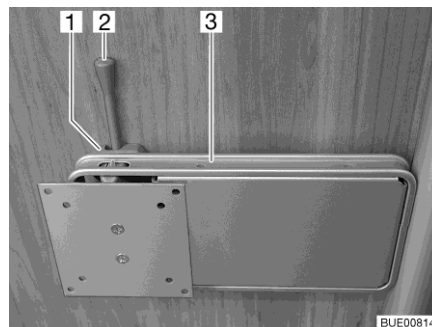

Fig. 67 Supporto su colonna
- Spingere di lato la leva di sbloccaggio (Fig. 67,2) e ruotare il supporto (Fig. 67,3) con lo schermo piatto nella posizione desiderata.
- Riportare indietro lo schermo piatto finché il supporto (Fig. 67,3) non si innesta nel bloccaggio (Fig. 67,1).